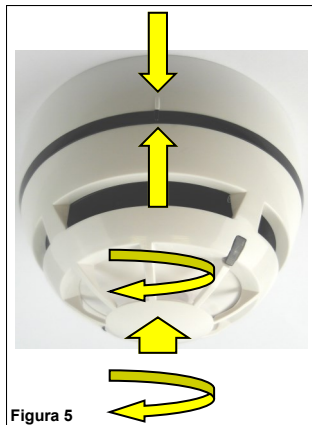

Figura 5
- 5) Quando il rilevatore è saldamente innestato, controllare l'allineamento dei punti di riferimento in rilievo presenti sul rilevatore e sulla base (figura 5).